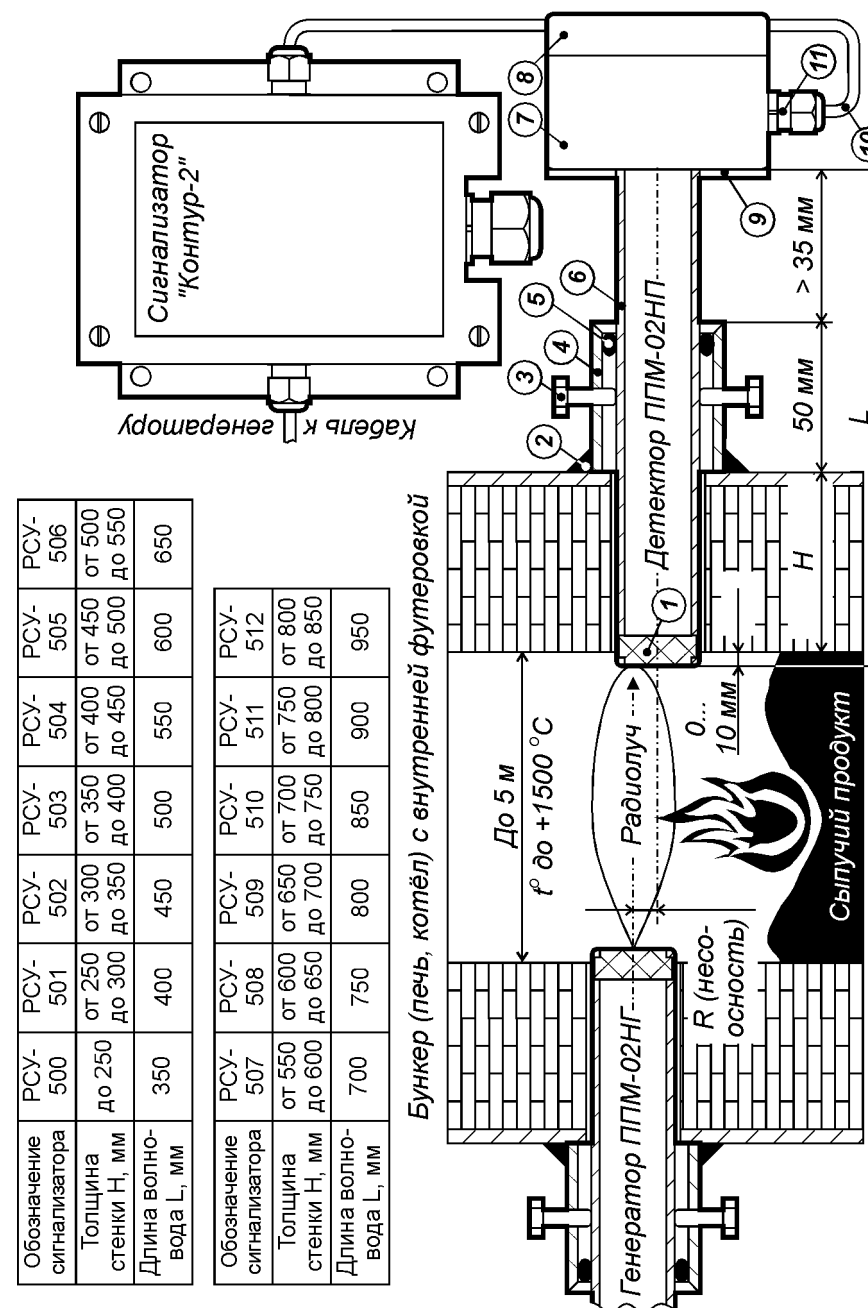

Рис. 1. Принцип действия датчиков уровня серии РСУ-500.
Принцип действия датчиков уровня серии РСУ-500 (далее – «датчиков») основан на ослаблении амплитуды радиосигнала, проходящего сквозь слой контролируемого продукта (рис. 1).
В комплект поставки датчика входят микроволновые генератор и детектор. Они устанавливаются в соосные отверстия на противоположных стенках бункера: толщина стенок может достигать 850 мм (см. таблицу обозначений на рис. 1).
Генератор ППМ-02НГ и детектор ППМ-02НП имеют одинаковую конструкцию, показанную на рис. 1.
К корпусу через латунный фланец [поз. 9] прикреплен круглый волновод [поз. 6], изготовленный из терморезистивного металлического сплава. Со стороны контролируемого продукта волновод закрыт жаростойкой диэлектрической заглушкой [поз. 1]. Требуемая длина волновода L зависит от толщины футерованной стенки бункера и кодируется в обозначении типа датчика в соответствии с таблицей на рис. 1.
Установка генератора и детектора на бункер или его конический сход должна проводиться в строгом соответствии с рис. 1.
Сигнал, излучаемый генератором, является поляризованным: при повороте оси детектора относительно оси генератора (оси обозначены на рис. 1 штрих-пунктирной линией) чувствительность датчика резко снижается и при угле поворота в  $90^{\circ}$  падает практически до нуля.
1. Просверлить на противоположных стенках бункера, друг напротив друга сквозные отверстия диаметром 28...30 мм. Несоосность отверстий (R на рис. 1) не должна превышать 5% от внутреннего диаметра (сечения) бункера.
3. Измерить расстояние от внутренней поверхности футерованной стенки бункера до внешней грани крепёжной трубы. Отмерив указанное расстояние от торца керамической заглушки (поз. 1 на рис. 1) нанести на волновод (поз. 6 на рис. 1) соответствующую метку.
4. Избегая перекосов, вставить в подготовленные отверстия через крепёжные трубы генератор ППМ-02НГ и детектор ППМ-02НП до совпадения метки с внешним краем крепёжной трубы. Модуль должен быть установлен заподлицо с внутренней поверхностью стенки или выступать внутрь бункера не более, чем на 10 мм (см. рис. 1). При этом расстояние между внешней гранью крепёжной трубы и латунным фланцем (поз. 9 на рис. 1) должно быть не менее 35 мм.
6. Между волноводом и крепёжной трубой (см. рис. 1) необходимо проложить термостойкий шнур из комплекта поставки. Шнур укладывается равномерно слоем 1,5 – 2 витка и обеспечивает защиту пластикового корпуса генераторного (детекторного) модуля от открытого пламени.